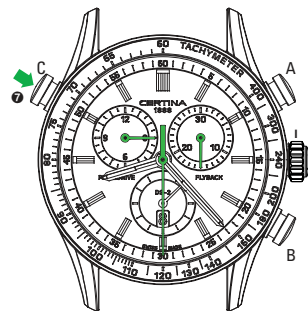

Рис. 16
**Считывание результатов последнего измерения, сохраненных в памяти (см. рис. 16)**